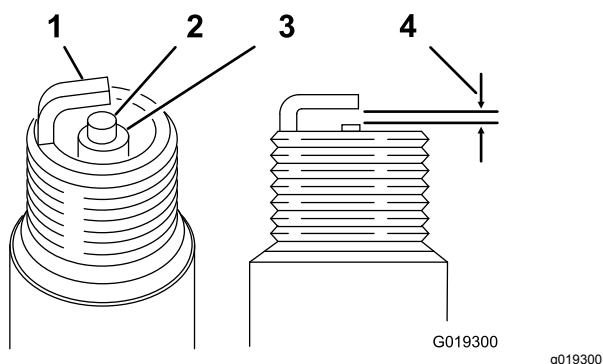

Рисунок 32
**Зазор:** от 0,70 до 0,80 мм; см. Рисунок 32
4. Отрегулируйте зазор в пределах от 0,70 до 0,80 мм, как показано на Рисунок 32.